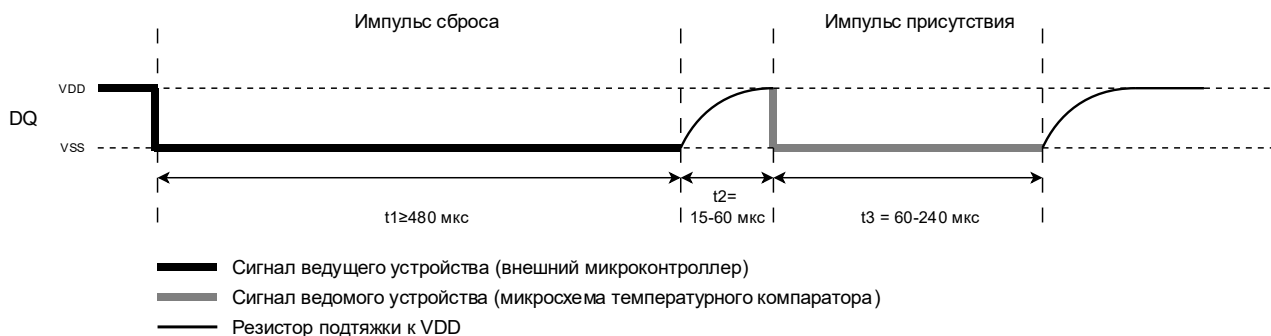

Рисунок 4. Временная диаграмма инициализации микросхемы
- 1) Произвести инициализацию (см. пункт «Инициализация», Рисунок 4);